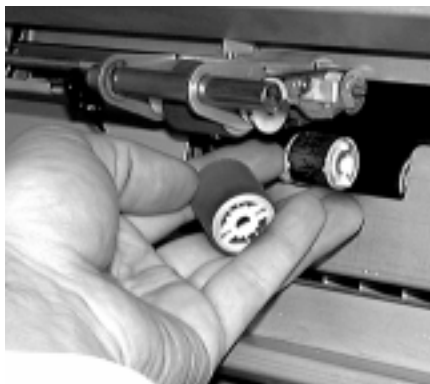

Abbildung 4-42 Entfernen der unteren Walzen aus der unteren Führung
5. Ziehen Sie jetzt die beiden unteren Walzen aus der unteren Führung. Siehe Abbildung 4-42.